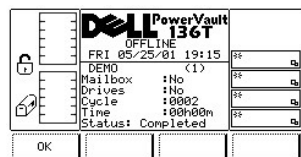

図 109. Service > Library > Exercise > Demo Using Cycles > Execution ダイアログ
- 1 **OK** ソフトキーの下にあるボタンを押すと、フィールドの値が適用され、デモが開始されます。図 109 を参照してください。
- 1 OK ソフトキーの下にあるボタンを押すと、フィールドの値が適用され、デモが開始されます。図 109 を参照してください。
サイクルが完了すると、テスト結果が表示されます。図 109 を参照してください。